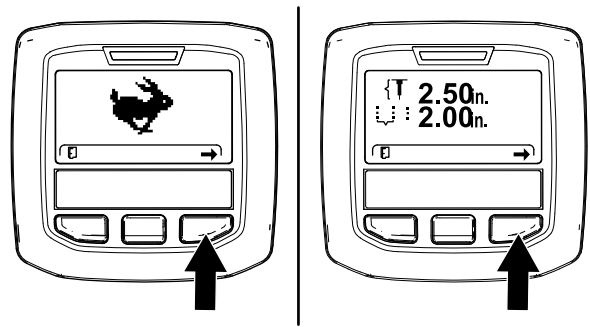

Figura 65
**Nota:** Aparece la pantalla de modo de TRANSPORTE (Transporte) o la pantalla del modo de AERATE (Aireación) (Figura 65).